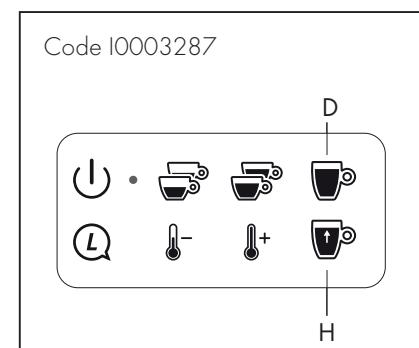

Abb. 12
Für Code I0003287 Abgabemenge Taste (D) 240 cc und Taste (H) 90 cc; Stellen Sie sicher, dass das Behältnis für die Abgabemenge groß genug ist (**Abb. 12**).